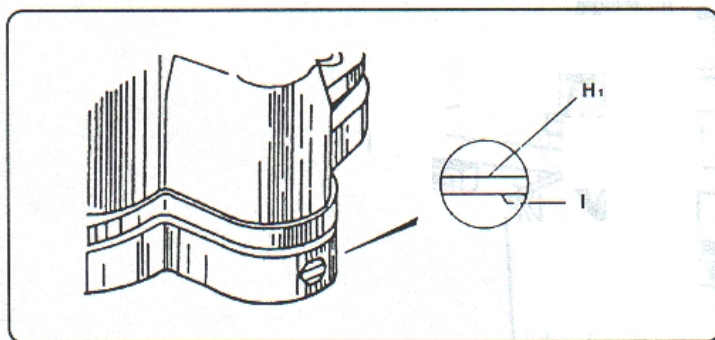

Рисунок 3-1
(1) Внутренняя часть основного устройства машины смазывается автоматически с помощью масляного насоса; перед упаковкой из основного устройства масло было выкачано. Соответственно, перед началом эксплуатации, необходимо наполнить основное устройство чистым маслом для швейных машин. Уровень масла должен быть между двумя красными линиями H1 и H2. См. рисунок 3-1.
(2) Смазывание при помощи маслёнки